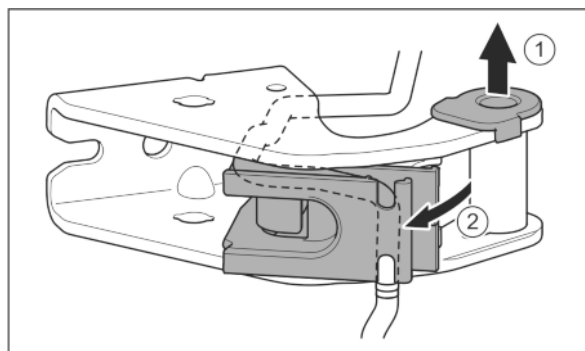

Fig. 29
- ▶ Tuleję tożyskową wyjąć z prowadnicy. Fig. 29 (1)
- ▶ Odchylić mocowanie kabla. Fig. 29 (2)